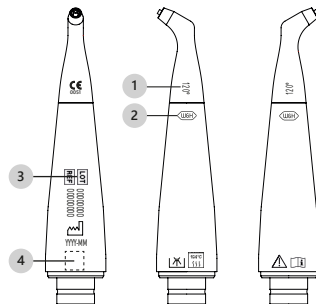

Figura 2 – Date de identificare a conului de curățare
Pe fiecare con de curățare sunt marcate cu laser numele conului de curățare respectiv (Figura 2 - ref. 1), sigla W&H (Figura 2 - ref. 2), numărul lotului din care face parte conul de curățare (Figura 2 - ref. 3), codul QR HIBC (Figura 2 - ref. 4) și alte simboluri, descrise în Capitolul 1.5 la pagina 5.